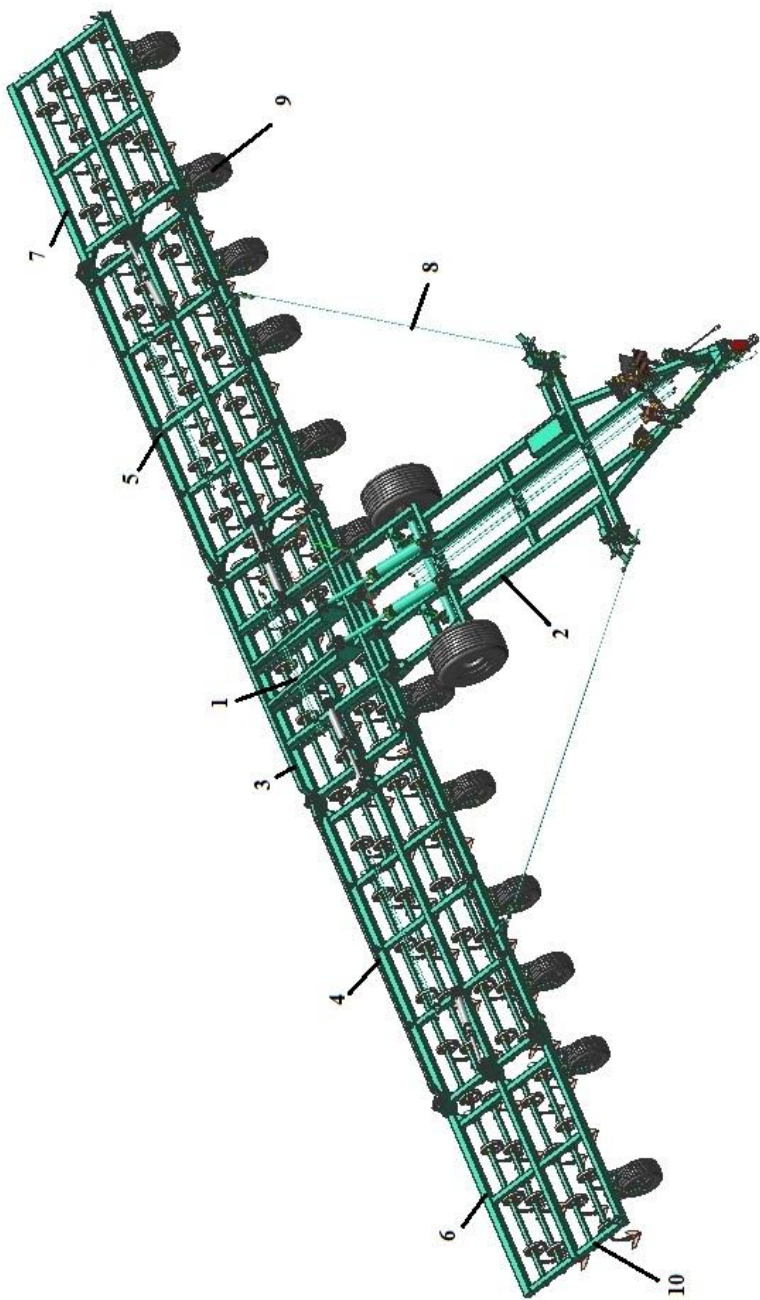

Рисунок 1 – Общий вид культиватора в рабочем положении
3.1 Культиватор КПМ-14 / КПМ-16 (4-х рядный) представляет собой полуприцепную машину, состоящую из рабочего полотна 1, транспортной тележки 2, стяжек крыла 8, гидросистемы 9 (рисунок 1).
3.2 Рабочее полотно состоит (рисунок 1) из центральной секции 3, крыла правого 4, крыла левого 5, открылка правого 6 и открылка левого 7. На рабочем полотне установлены копирующие колёса 9 с винтом регулировки глубины обработки, а также рабочие органы 10.
4.1.6 Установить растяжки и подтянуть с помощью винтов (см. рис.1).
- установить растяжки и подтянуть с помощью винтов (см. рис.1).